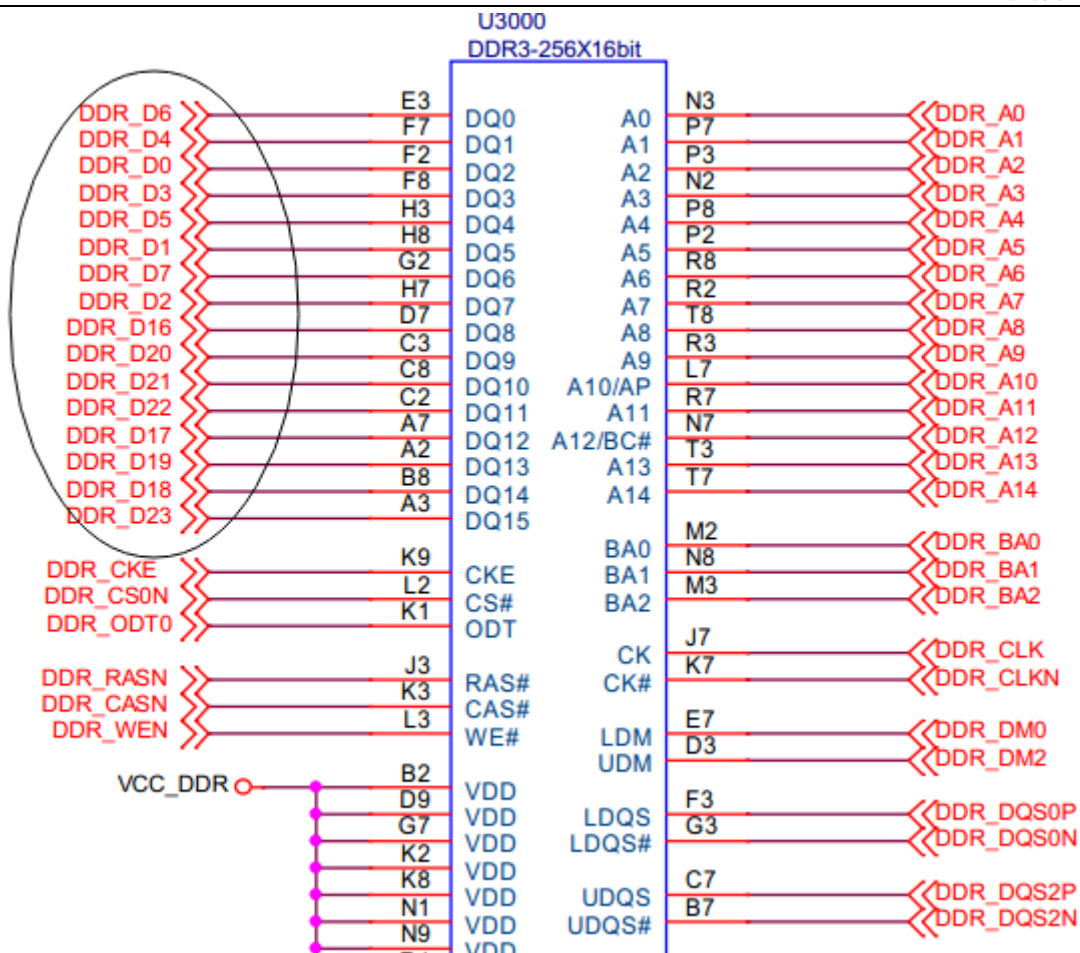

图 7-1
- 如果使用 DDR3，所有数据线 (GROUP A、B、C、D) 可以做组内调换 (如 DDR0_D8~D15 随意调换顺序)，或者是整组间调换 (如 GROUP A 与 GROUP D 整组进行调换) 根据实际需要任意调换，如图 7-1。